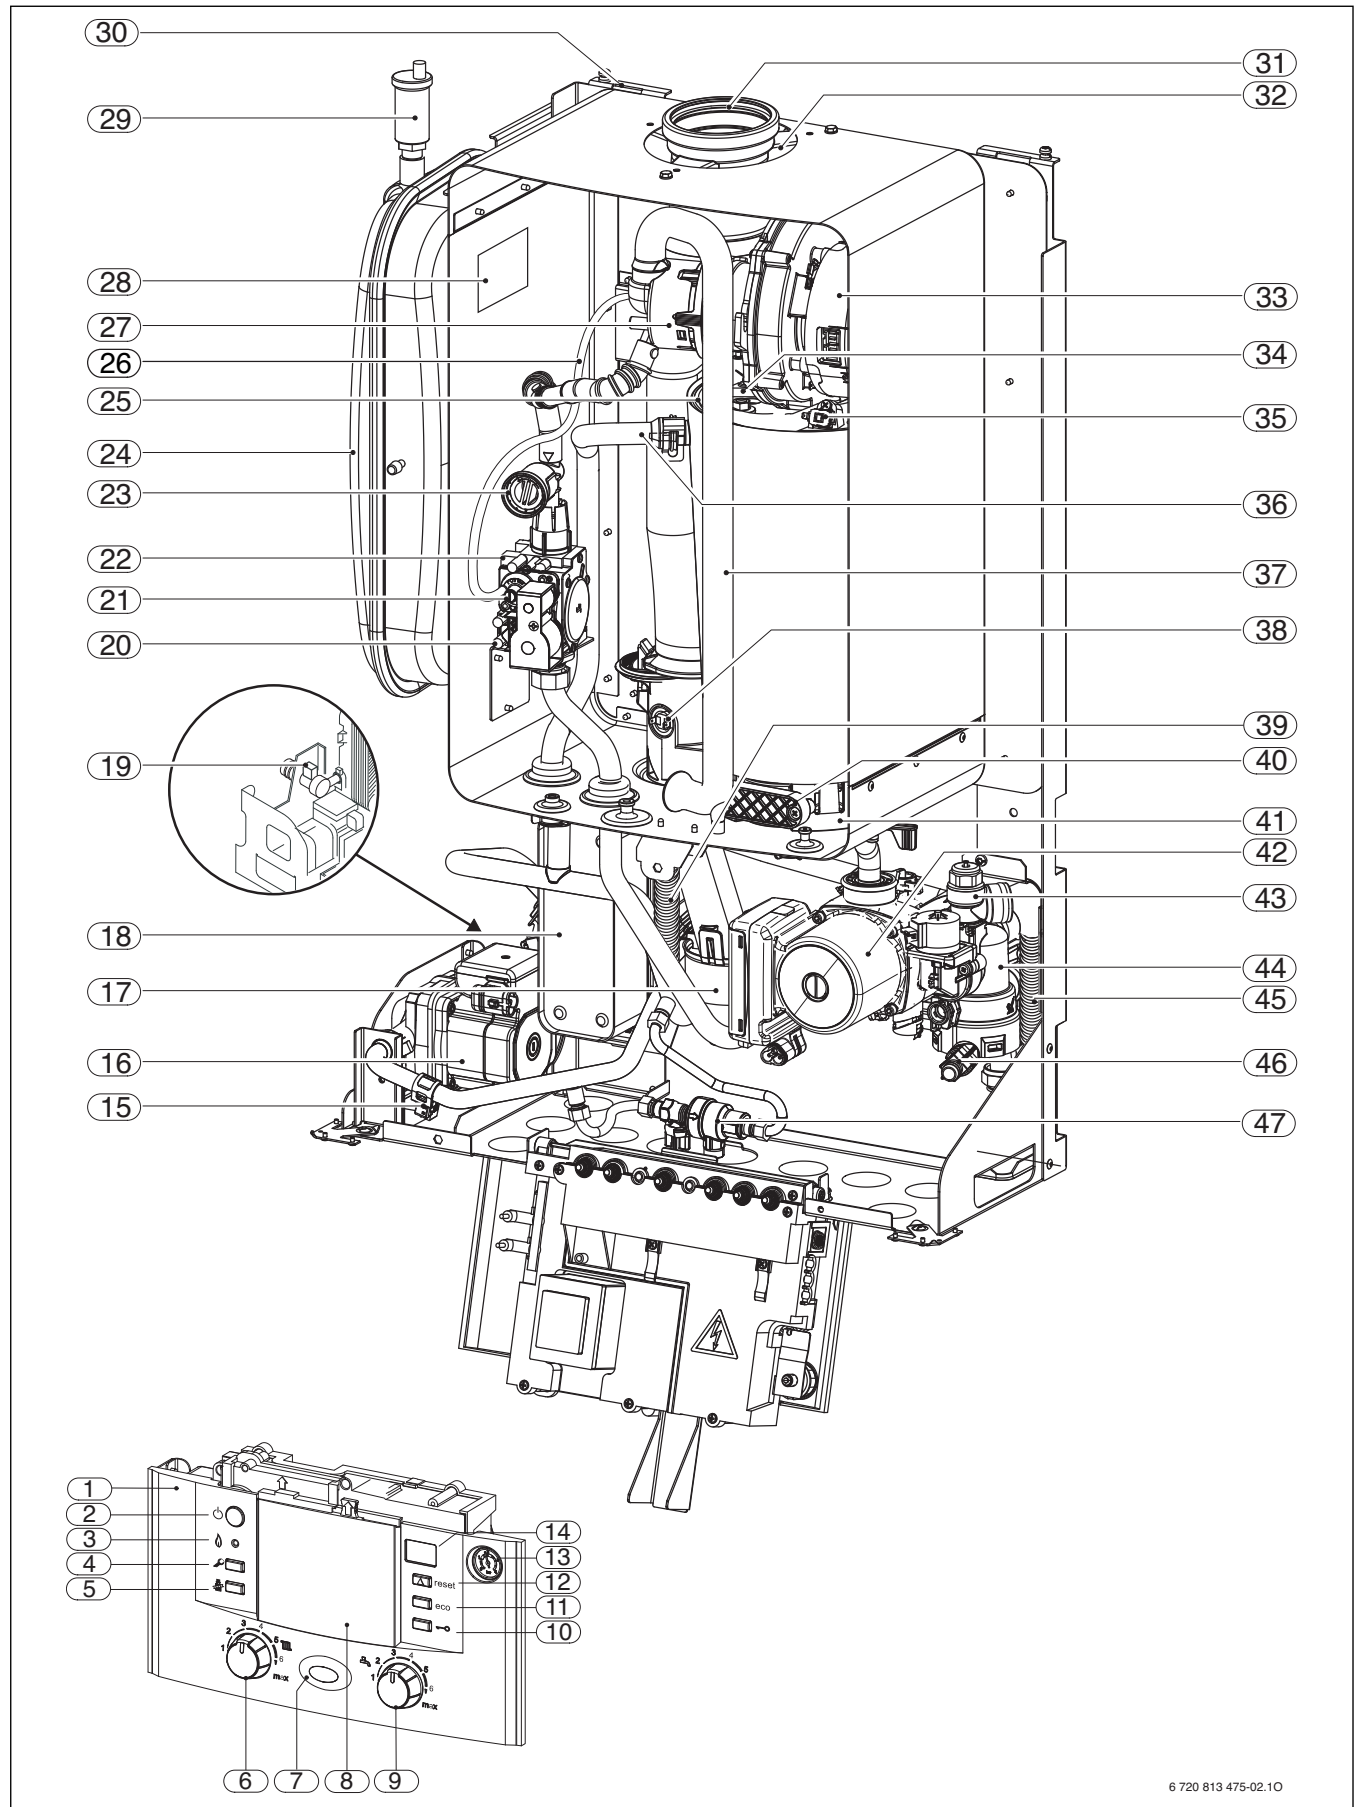

Fig. 3
La targhetta dati (27) si trova all'interno della cassetta aria, a sinistra (→ fig. 3, pag. 8).